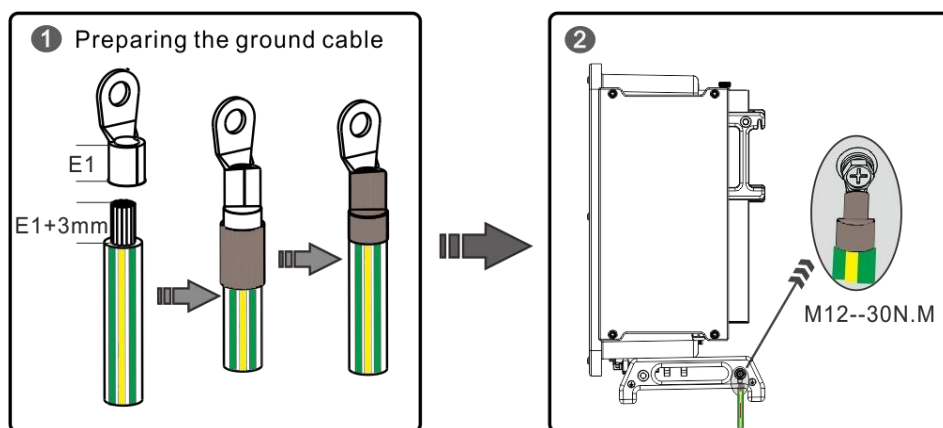

Figura 3-1 Schema di realizzazione del cavo (terminale OT)
- (1) Spellare una sezione dell'anima in rame nuda del cavo di terra secondo le specifiche corrispondenti utilizzando lo spellafili. Assicurarsi che la lunghezza dell'anima in rame nuda sia di 3 mm superiore a quella del terminale OT.
- (2) Rivestire il terminale OT con un tubo termorestringente di dimensioni adeguate. Si raccomanda che la lunghezza del tubo termorestringente (tensione di tenuta ≥ 600 V) sia pari a 1,5-2 volte la lunghezza del terminale.
- (3) Crimpare il terminale OT all'anima in rame nuda utilizzando le pinze crimpatrici.
- (4) Riscaldare il tubo termorestringente con la pistola termica in modo da avvolgere saldamente il terminale e il cavo. A questo punto, il cavo è completamente realizzato (il processo di realizzazione del cavo è illustrato nella Figura 3-1).
- (5) Fissare il terminale OT del cavo di terra all'interfaccia di terra con viti M12, con una coppia di serraggio di 30 N.m (per ulteriori informazioni, vedere la Figura 3-1).